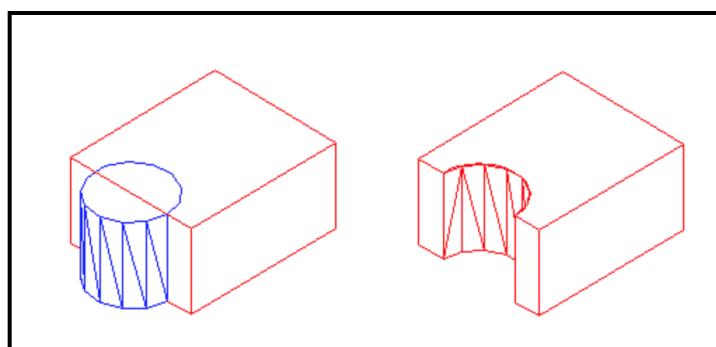

Рис. 24
12. За допомогою команди SUBTRACT отримати відповідний результат (рис. 24).